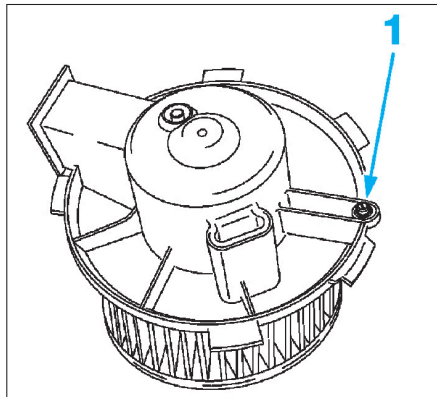

Fig. 27
*En cas de détérioration des fixations du motoventilateur, il est possible de le maintenir en place à l'aide d'une vis torx 0,4*15 (1) (Fig.27).*